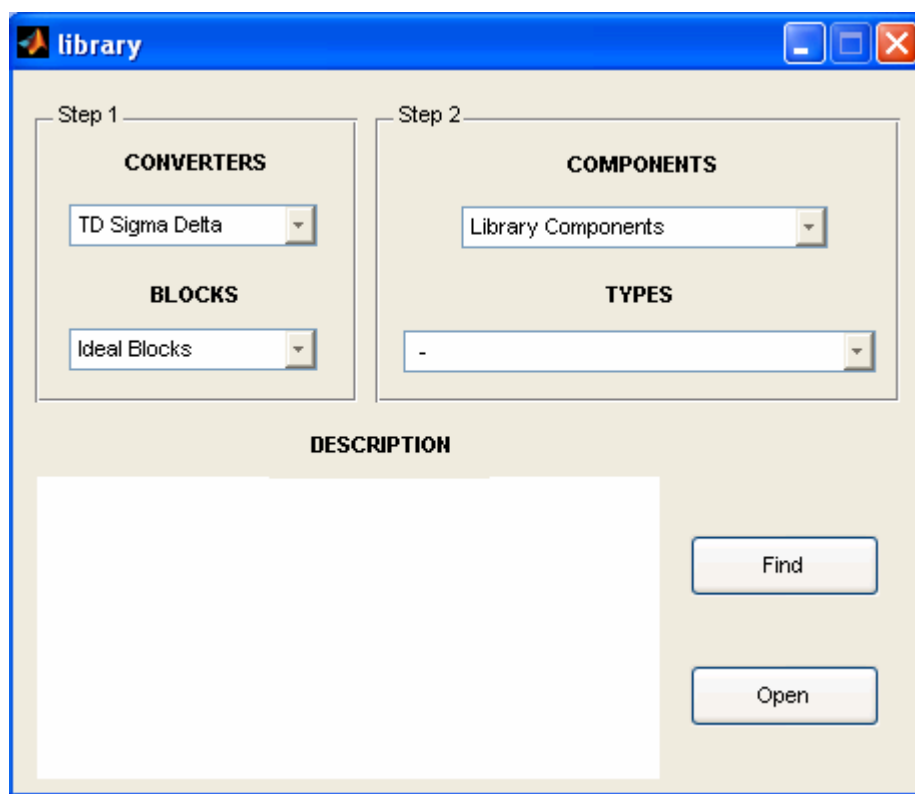

Fig. A1.7.: Interfaz library al elegir File->Open->Library
- **Library:** Al elegir esta opción, nos aparece la interfaz de la figura A1.7., en ella podremos seleccionar el tipo de bloque o ejemplo que queremos simular, ver una descripción del mismo y abrirlo. Esta interfaz la explicamos en el apartado 3, Estructura de la GUI library.